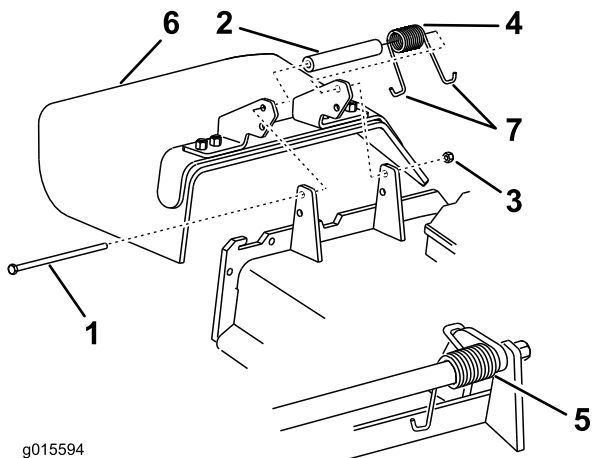

Figura 58
3. Retire la contratuerca, el perno, el muelle y el espaciador que sujetan el deflector a los soportes de pivote (Figura 58).
5. Coloque un gancho en J del muelle detrás del reborde de la carcasa (Figura 58).
Nota: Asegúrese de colocar un extremo en J del muelle detrás del reborde de la carcasa antes de instalar el perno, como se muestra en la Figura 58.
7. Coloque un gancho en J del muelle alrededor del deflector de hierba (Figura 58).